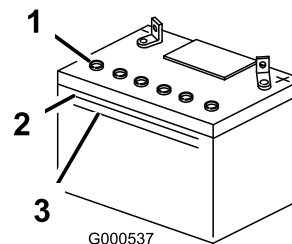

Bild 43
- Sehen Sie sich die Seite der Batterie an. Der Füllstand muss bis zur **oberen** Linie reichen (Bild 43). Der Säurestand darf nicht unter die untere Linie fallen (Bild 43).
- Entfernen Sie die Entlüftungsdeckel von der Batterie (Bild 43).
4. Gießen Sie langsam destilliertes Wasser in jede Batteriezelle, bis der Säurestand die obere Linie (Bild 43) am Batteriegehäuse erreicht.
5. Warten Sie nach dem Füllen der Batteriezellen 5 bis 10 Minuten. Gießen Sie bei Bedarf destilliertes Wasser in jede Batteriezelle, bis der Säurestand die obere Linie (Bild 43) am Batteriegehäuse erreicht.